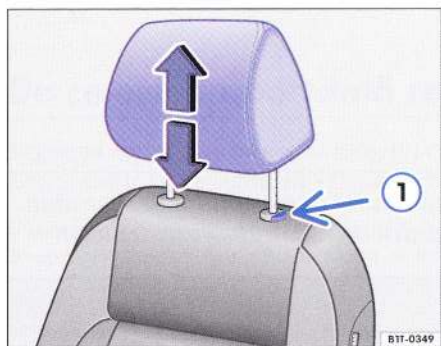

Fig. 53 Reglarea sau demontarea tetierelor din față.
- Împingeți tetiera în sus sau, apăsați tasta ⇒ fig. 53 ① și împingeți în jos. Înălțime corespunzătoare ⇒ pagina 75.